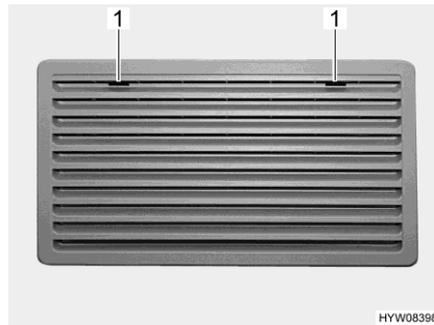
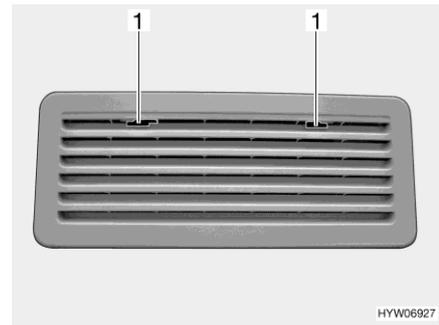

Bild 263 Kühlschrank-Lüftungsgitter
Bild 264 Kühlschrank-Lüftungsgitter
- Arretierung (Bild 263,1 oder Bild 264,1) zur Mitte schieben.